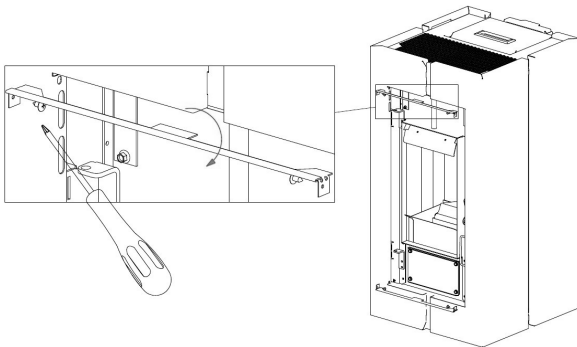

Fig. 53 - Entfernen der Profile
- Die hinteren Seiten aushaken (siehe **Fig. 53**).